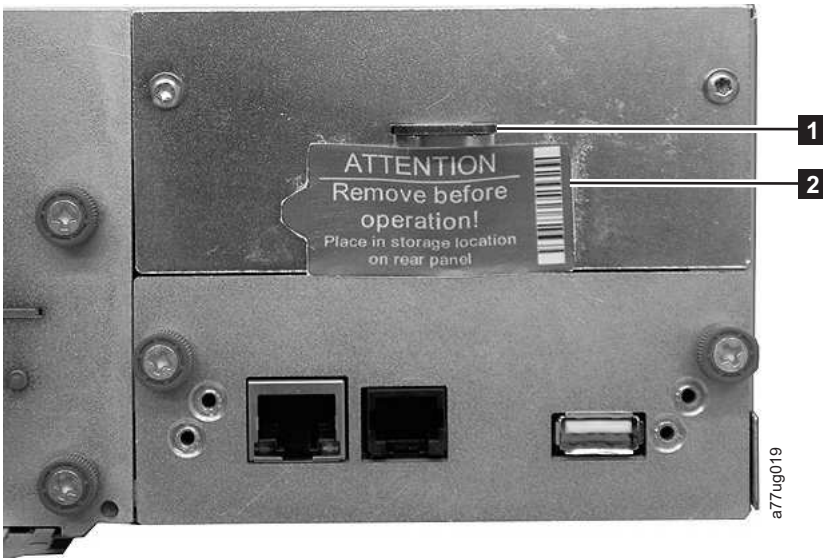

图 150. 磁带库装运锁和标签在磁带库后面板上的存放位置
5. 将锁和标签存放在替换磁带库机柜的后面板上（请参阅图 150）。